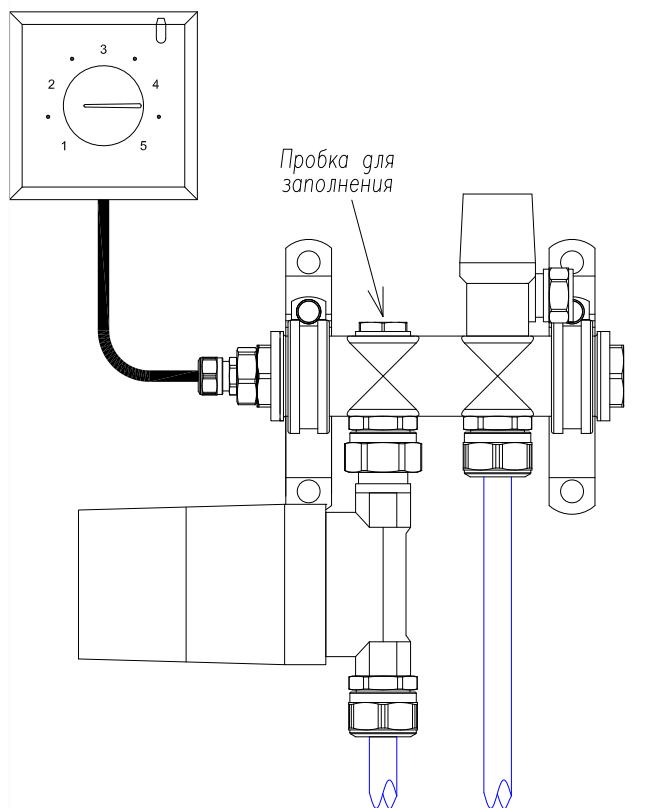

Рисунок 15. Заливная пробка.
1. Открутите пробку расположенную сверху на модуле MINI (смотри рисунок 15).